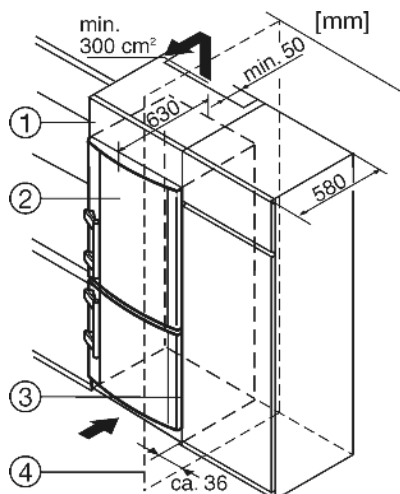

Fig. 11
- (1) Élément haut
- (2) Appareil
- (3) Placard de cuisine
- (4) Mur
L'appareil peut être entouré de meubles de cuisine. Pour adapter l'appareil Fig. 11 (2) à la hauteur des placards de la cuisine intégrée, on peut placer un élément haut Fig. 11 (1) au-dessus de l'appareil.
En l'entourant de placards de cuisine normalisés (profondeur max. 580 mm) l'appareil peut être placé directement à côté du placard de cuisine Fig. 11 (3). La porte de l'appareil saillit latéralement de 34 mm et au milieu de l'appareil de 50 mm par rapport à la façade avant des placards. Ainsi, elle se laisse ouvrir et fermer sans problèmes.
Si l'appareil est installé avec les charnières à côté d'un mur Fig. 11 (4), la distance entre l'appareil et le mur doit être de 36 mm min. Ceci correspond à la saillie de la poignée lorsque la porte est ouverte.